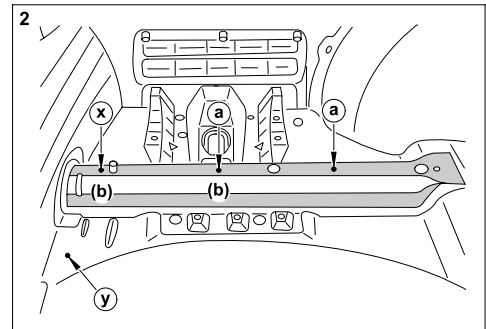

Figure 2 : Trous dans le coffre à bagages à gauche
- 5.) Percer un trou  $\varnothing$  36 mm pour passer le câble ( " y " ), dans le plancher du coffre à bagages, entre le longeron côté gauche et la cuvette de la roue de secours, là où le coup de pointeau à été donné; voir figure 2.